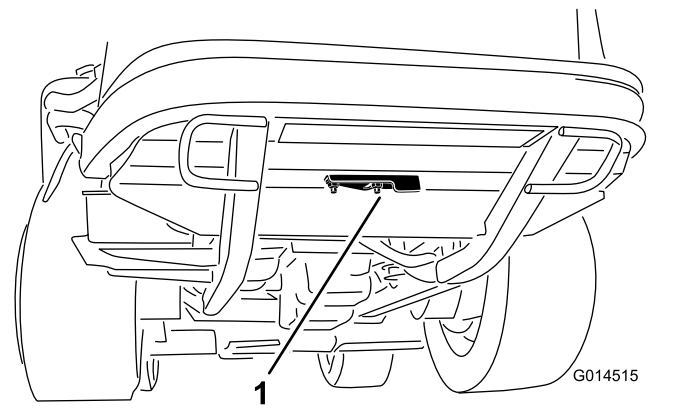

Figure 44
2. Desserrez l'écrou à embase qui fixe le couvercle de nettoyage à la face inférieure du cadre arrière (Figure 44). Faites pivoter le couvercle sur le côté pour exposer le trou de nettoyage dans le cadre.